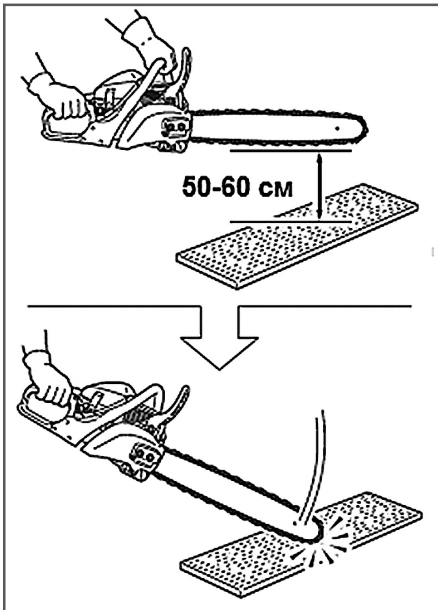

Рис. 8 Проверка инерционного тормоза
- Возьмитесь за переднюю и заднюю рукоятку бензопилы и держите ее так, чтобы она располагалась на высоте 50- 60 см от испытательной поверхности (Рис. 8).